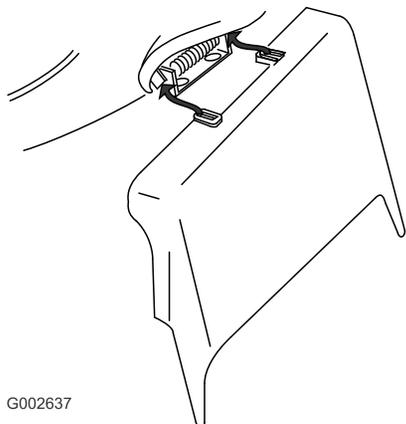

Figura 35
- Montate il condotto di scarico laterale e chiudete lo sportello sul condotto (Figura 35).